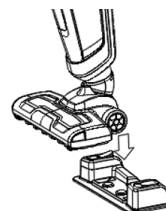

Fig. 8
4. Montare l'aspirapolvere sul contenitore per l'acqua (Fig. 8).
5. Con il pulsante commutatore (E) bagnare il mop in tessuto quanto serve.